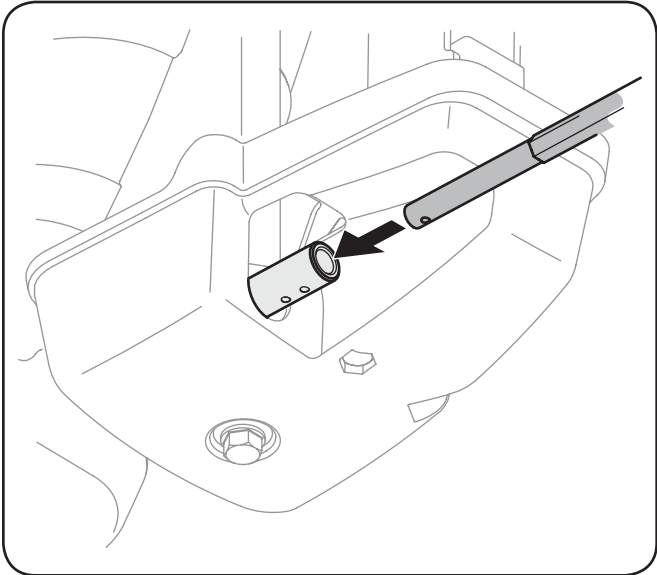

Fig. 3-4
2. Insérez l'extrémité ronde de la tige hex. (trou se dirigeant vers le haut) au fond dans la commande de la goulotte. Voir la Fig. 3-4.